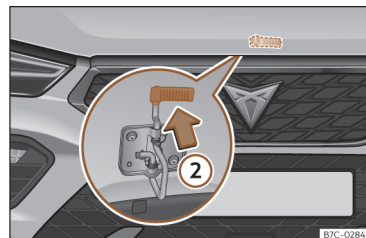

Fig. 193 Alavanca sob o capô.
- Para levantar o capô faça pressão para cima sobre a alavanca situada debaixo do capô >>> **Fig. 193 ②**. O gancho de fixação fica desbloqueado.